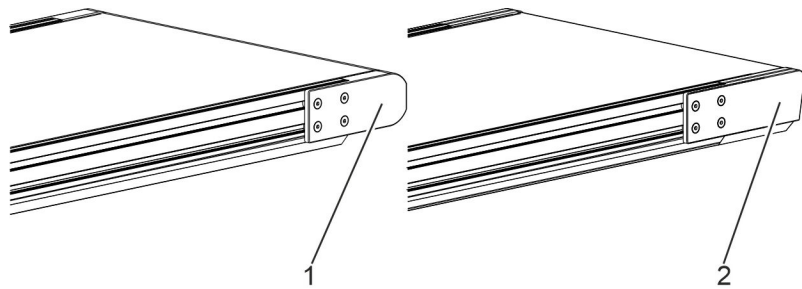

Fig. 5: Belt infeed
- Diverter roller Ø60 mm (Fig. 5/1)
- Knife edge Ø16 mm (Fig. 5/2)